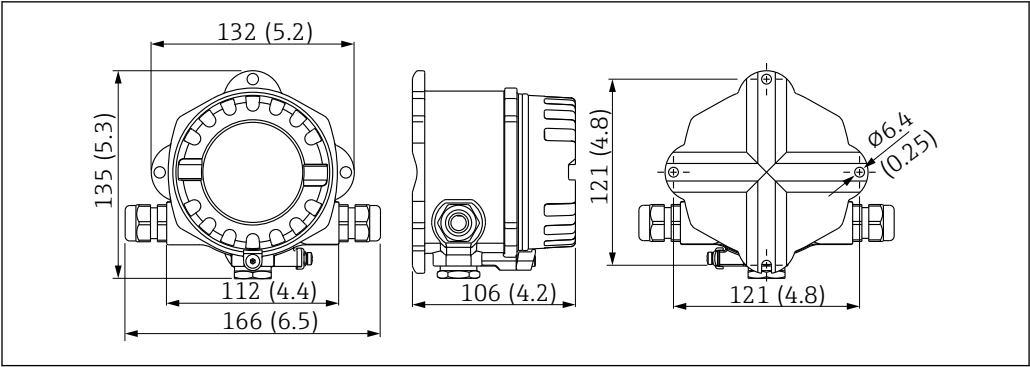

图 1 设备外形尺寸示意图；单位：mm (in)
- 1. 钻 2 个孔（参见外形尺寸示意图，→ 图 1, 图 8）。